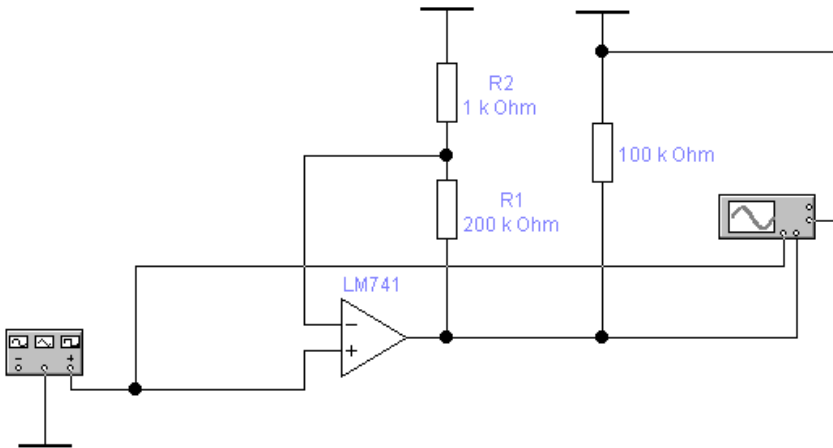

Рисунок 5.1 - Схема неінвертуючого підсилювача
Коефіцієнт підсилення схеми неінвертуючого підсилювача на ОП (рис.5.1) визначається за формулою:
- 1 Скласти схему рис. 5.1.